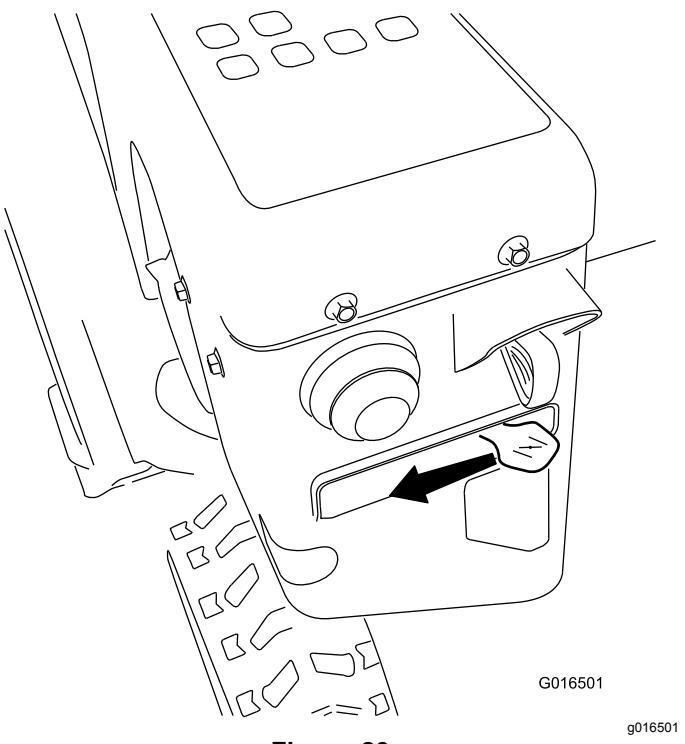

**Figure 22**
4. Appuyez fermement sur l'amorceur avec le pouce comme indiqué dans le tableau ci-dessous, en marquant une pause d'une seconde chaque fois (Figure 22).